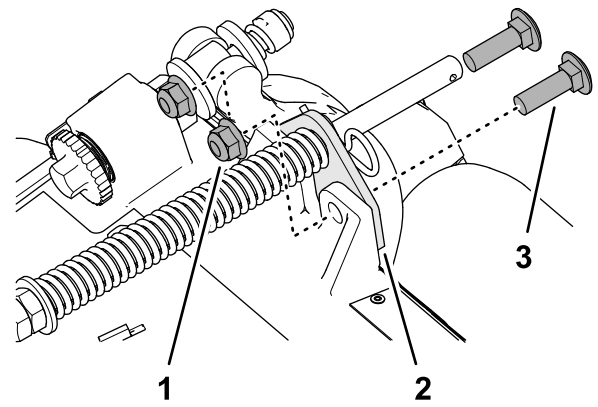

Figure 7
- Retirez les 2 contre-écrous à embase ( $\frac{3}{8}$ " ) et 2 boulons de carrosserie ( $\frac{3}{8}$ " x  $1\frac{1}{4}$ " ) qui fixent le support du compensateur au cadre de l'unité de coupe (Figure 7).